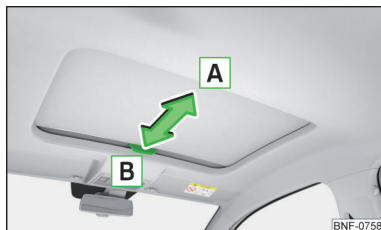

Fig. 37
- Træk grebet i pilens retning **A** for at åbne » Fig. 37.